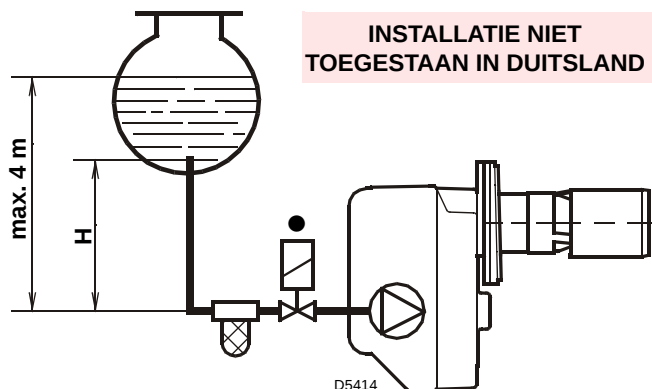

Afb. 11
- De pomp (Afb. 11) is voorzien voor de werking met twee leidingen. Voor de werking met één leiding moet de moer van de terugloop 2) losgedraaid worden, moet de schroef van de by-pass 3) verwijderd worden en moet de moer 2) weer vastgedraaid worden (Afb. 11).
De sluitdop van de olietoevoer (Aanzuiging 1) (Afb. 11) is van plastic materiaal. Nadat hij werd verwijderd, wordt aanbevolen om hem te elimineren en om hem dus absoluut niet weer te gebruiken.
Legende (Afb. 11)
Het volstaat de vacuümmeteraansluiting 6) (Afb. 11) los te draaien en te wachten tot de brandstof uitstroomt.